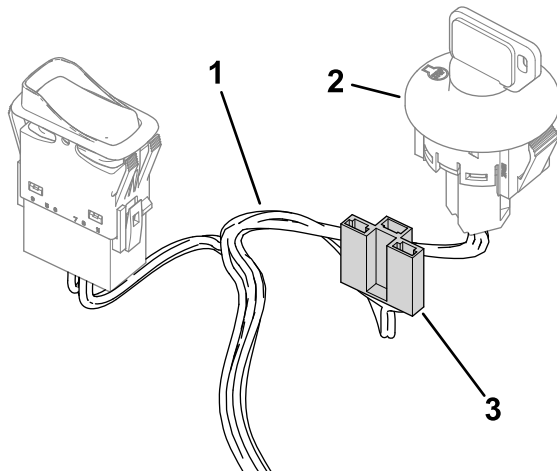

Figure 4
4. Localisez le faisceau principal qui rejoint le commutateur d'allumage et le connecteur du compteur horaire fixé au faisceau (Figure 4).